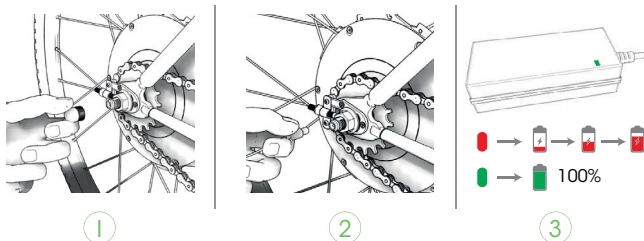

Figure 4: chargement du BIKE all in one
2.3 Chargement du BIKE all in one (voir Figure 4)